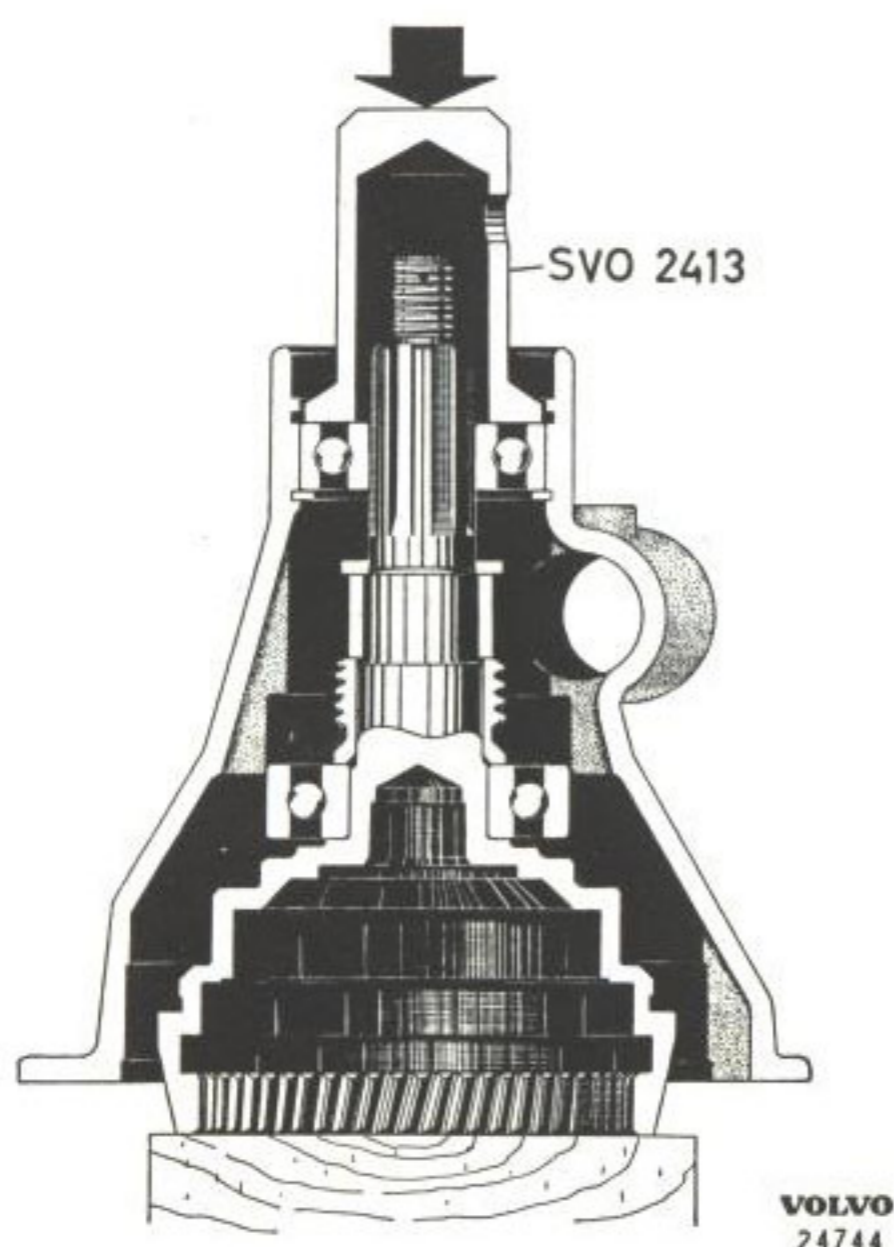

Bild 19. Montering av utgående axel
3. Stöd under utgående axeln med en träklots. Sätt på hastighetsmätarhjul (30), distanshylsa (29) och tryckbricka (24). Pressa på bakre hushalvan med dorn SVO 2413, se bild 19. Sätt i låsringen för bakre lagret. Pressa i tätning-